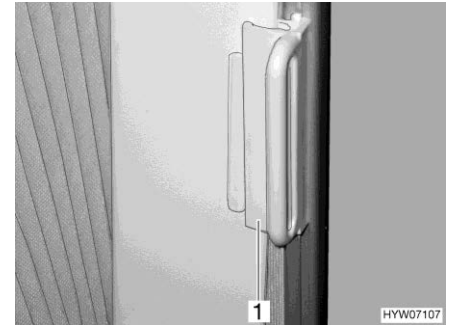

Bild 38 Verriegelung für Faltverdunklung
- Den Griff (Bild 38,1) auf den Aufsatz schieben. Die Faltverdunklung ist gesichert.